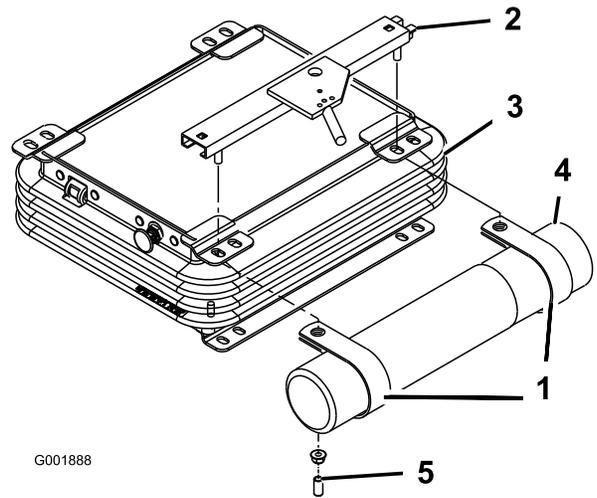

Figura 7
4. Instale el tubo del manual en las abrazaderas en R y apriete las tuercas (Figura 7).
2. Retire las 2 tuercas y los tapones de vinilo (si están instalados) que sujetan el soporte superior del asiento al lado izquierdo de la suspensión del asiento (Figura 7).
3. Monte provisionalmente las abrazaderas de R a los espárragos del soporte del asiento con las 2 tuercas anteriormente retiradas. (Figura 7).